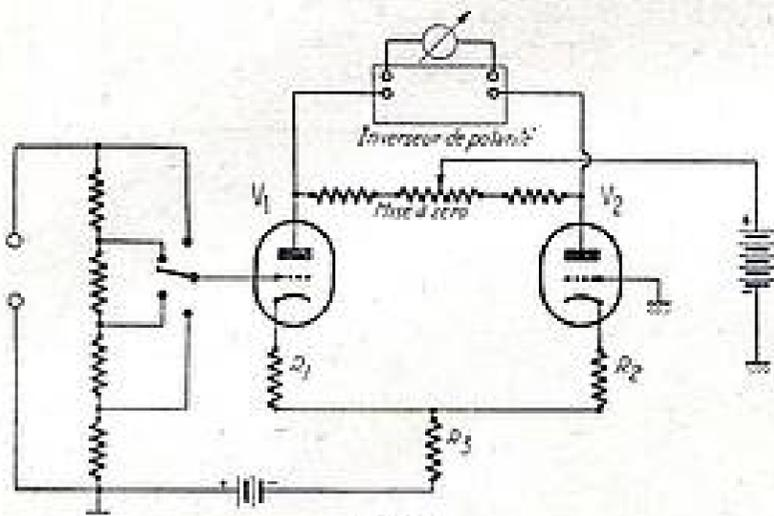

Fig. 8
- c) Instabilité aux variations de tension du secteur, de tension de plaque et par les variations des caractéristiques de la lampe. Le circuit pour voltmètre à lampe adoptant deux triodes en opposition (push-pull) supprime ces inconvénients. La fig. 8 représente cette disposition. Les deux lampes sont représentées séparées, mais il est plus pratique d'employer une double triode.  $R_3$ , de valeur élevée, est commune aux cathodes
Sur le schéma de la fig. 8, pour des raisons de simplicité, les tensions de plaque et de polarisation ont des sources séparées, mais dans les voltmètres modernes, elles sont prises sur une source unique branchée avec le secteur alternatif. La mesure des tensions al-
ternatives s'effectue généralement en faisant précéder le circuit de la fig. 8 d'une diode redresseuse semblable à celle de la fig. 3 D.